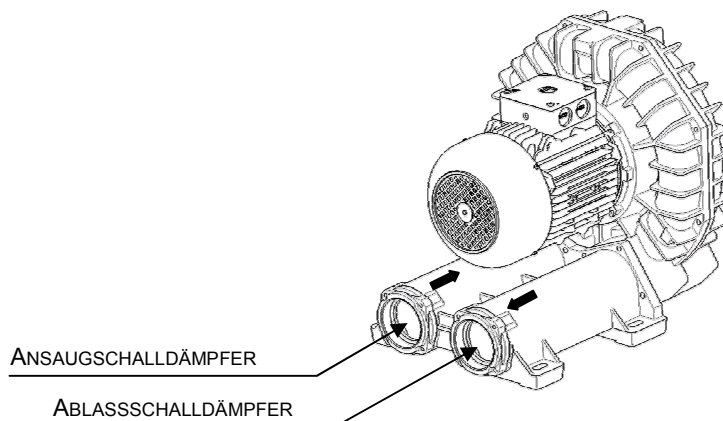

Abb. 2
Der Ansaugschalldämpfer (Abb. 2) ist mit einem in das Gerät zeigenden Eintrittspfeil gekennzeichnet. An ihm wird die Ansaugverrohrung angeschlossen. Durch diese Verrohrung werden die einzuleitenden Gase angesaugt. Für den Anschluss siehe Abschnitt 5.3.3.
Das Ablassrohr und der entsprechende Schalldämpfer (Abb. 2) ist mit einem aus dem Gerät zeigenden Austrittspfeil gekennzeichnet. An ihm wird die Ablassverrohrung angeschlossen. Durch diese Verrohrung wird das komprimierte Gas ausgeblasen. Für den Anschluss siehe Abschnitt 5.3.3.
- Die Förderrichtung des Gases ist sowohl durch Pfeile am Ansaugschalldämpfer als auch am Ablassschalldämpfer gekennzeichnet (Abb. 2).